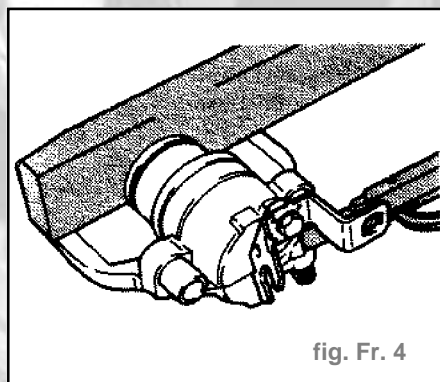

fig. Fr. 4
- Placer une cale en bois dans le logement afin que le piston ne soit pas endommagé (fig. Fr. 4).